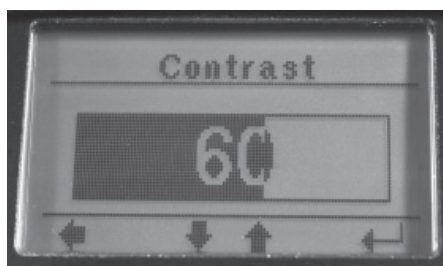

Figura 15. Pantalla de Contraste
3. Use los botones ARRIBA/ABAJO para desplazarse hasta "Contrast" (Figura 15)